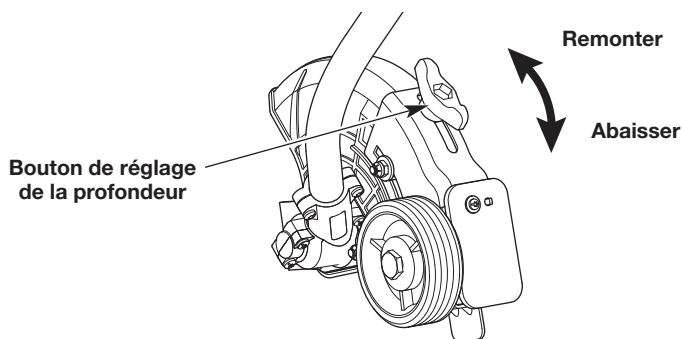

Fig. 6
3. Desserrez le bouton de réglage de la profondeur (Fig. 6).